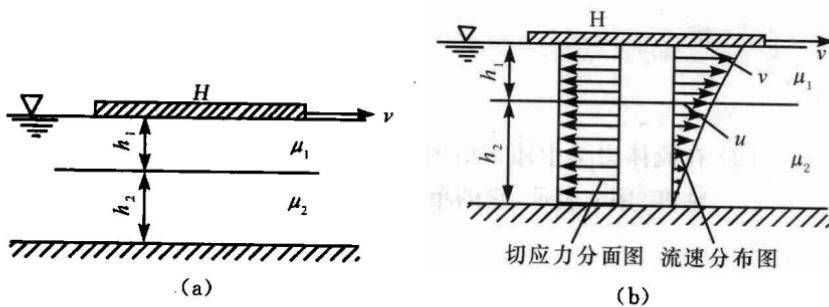

图 1-1
**【例 1】** 如图 1-1(a) 所示，液面上有面积  $A = 1200\text{cm}^2$  的平板  $H$ ，以  $v = 0.5\text{m/s}$  的速度作水平移动，形成平行板间液体的层流运动，平板下液体分两层，它们的动力粘性系数与厚度分别为  $\mu_1 = 0.142\text{N}\cdot\text{s}/\text{m}^2$ ,  $h_1 = 1.0\text{mm}$ ;  $\mu_2 = 0.235\text{N}\cdot\text{s}/\text{m}^2$ ,  $h_2 = 1.4\text{mm}$ ；试绘制平面间液体的流速分布图和切应力分布图，并计算平板  $H$  上所受的内摩擦力  $F$ 。
可以绘出流速分布图及切应力分布图如图 1-1(b) 所示。